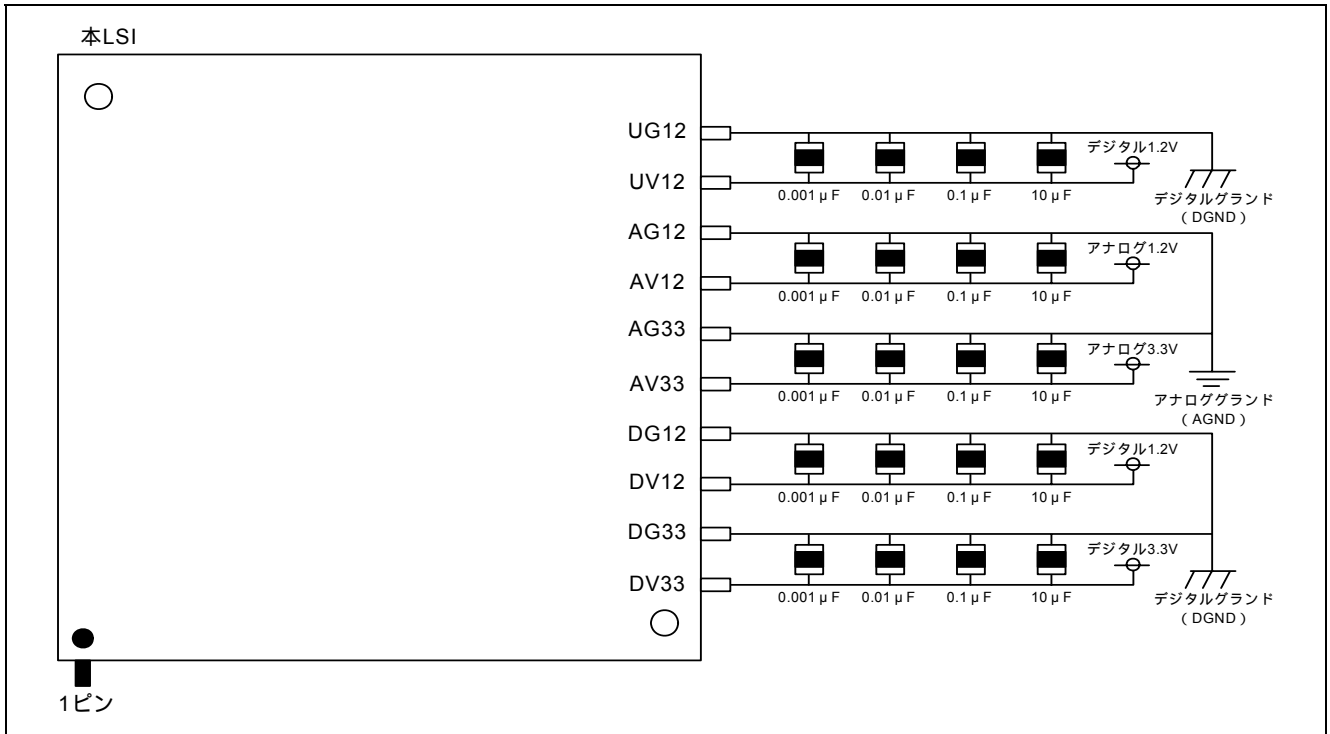

図 3 デカップリングコンデンサ配置例
- デカップリングコンデンサの容量値としては、0.001 $\mu$ F、0.01 $\mu$ F、0.1 $\mu$ F、10 $\mu$ F の容量を USB 電源端子の直近に配置することを推奨します。図 3 にデカップリングコンデンサの配置例を示します。